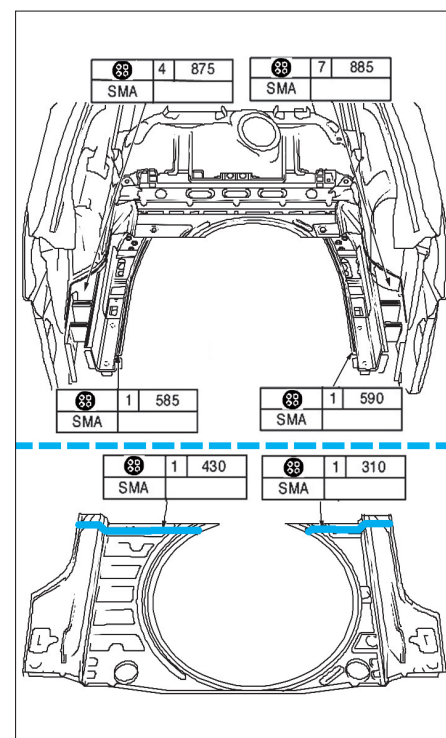

FIG. 136
- Encoller le plancher et l'insère de plancher à remonter (fig. 136).